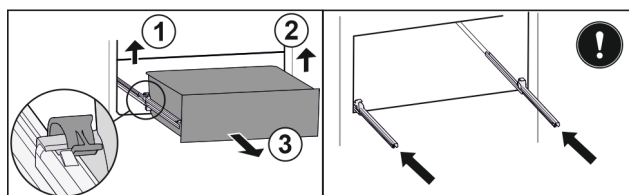

Fig. 183
- Nosta vasenta pidikettä ja vedä samalla vetolaatikkoa vasemmalta eteenpäin. Fig. 183 (1)
- Nosta oikeanpuolista pidikettä ja vedä samalla vetolaatikkoa oikealta eteenpäin. Fig. 183 (2)
- Poista vetolaatikko vetämällä sitä eteenpäin. Fig. 183 (3)